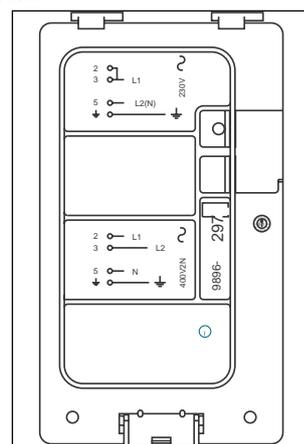

Fig. 4
⇒ Tournez la clé dans le sens des aiguilles d'une montre jusqu'à ce que la ligne apparaisse de l'autre côté de la clé (**fig.4**).
- Se référer au schéma gravé sur la trappe fig.4 pour mettre en place la ou les barrette(s) de jonction.
- Raccordez les fils du câble conformément au schéma de la trappe fig. 4 en fonction de votre alimentation.